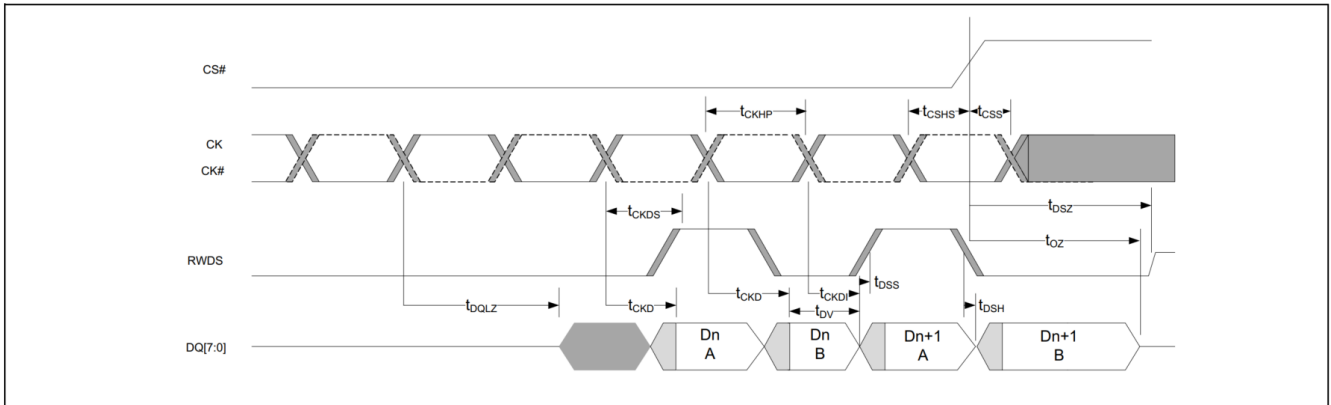

图 32 数据有效时序^[69-71]
67. 请参阅图32以获取有效时序数据。
67. 请参阅 图 32 以获取数据有效时序。